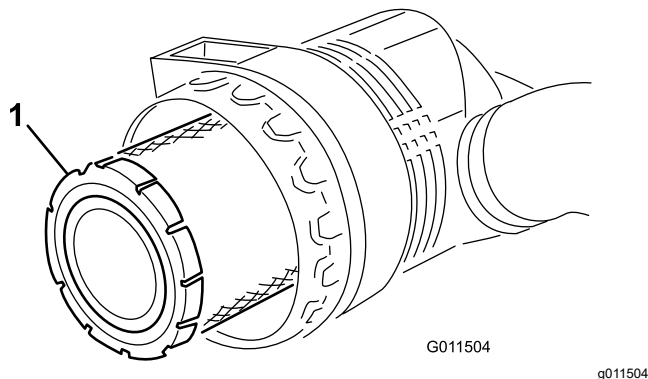

Figura 71
3. Retire e substitua o filtro primário (Figura 71).